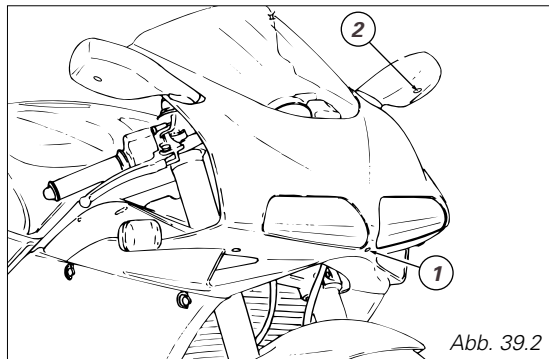

Abb. 39.2
**D** Eine Korrektur der senkrechten Ausrichtung des Scheinwerfers ist durch ein Betätigen der Schraube am vorderen Teil des Scheinwerfers (1, Abb. 39.2) möglich. Dreht man die Schraube im Uhrzeigersinn, senkt sich das Lichtbündel, andersherum wird es angehoben.
Mit einem Kreuzschraubenzieher die Schraube in der Bohrung (2, Abb. 39.2) lockern, dann den Spiegel mit der Hand einstellen, dann die Schrauben erneut anziehen.